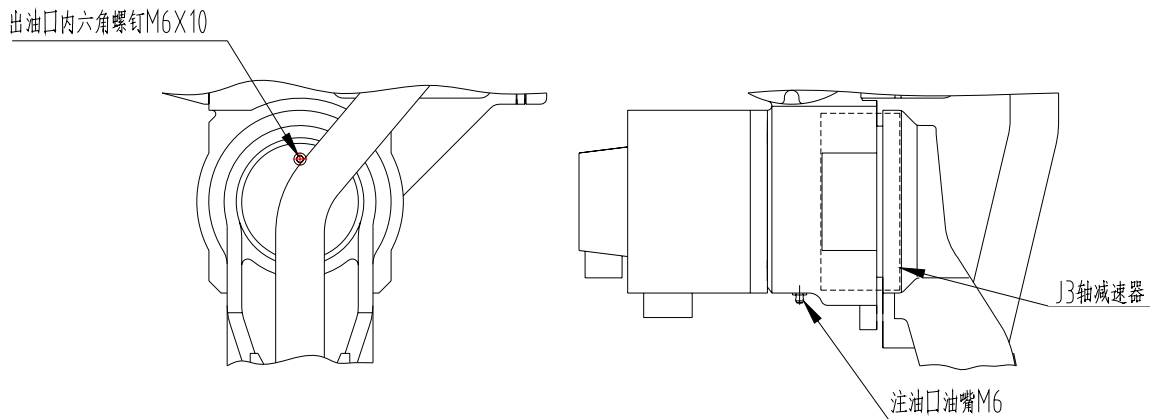

图 15 J3 轴减速机局部结构
(1) 油脂补充步骤（参考 图 15 J3 轴减速机局部结构）
④ 安装排油口堵塞前，运动 J3 轴几分钟，使多余的油脂从排油口排出；
⑤ 用布擦净从排油口排出的多余的油脂，在排油口安装堵塞。堵塞的螺纹处要缠生胶带并用扳手拧紧。
(2) 油脂更换步骤（参考 图 15 J3 轴减速机局部结构）